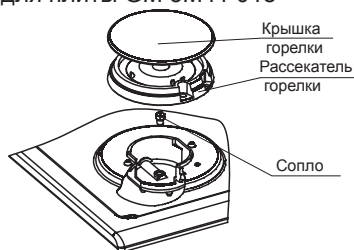

рис. 14
6. Снять установленные сопла, для этого отверткой необходимо отсоединить металлическую защелку от отбортовки гнезда держателей сопла и вывести газоподводящую трубку вместе с соплом из гнезда, затем снять сопло с трубки газа (рис. 14). Резиновые уплотнительные кольца рекомендуется оставить на трубках.
Для плиты GM 3M41 018 (рис. 14):